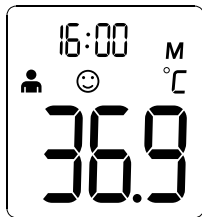

Figura 6
2. Então, o termómetro memoriza automaticamente os últimos 10 valores de medição de temperatura. Com cada medição também são memorizados a data, a hora e o modo de operação. Cada vez depois de premir a *TECLA* , os últimos 10 valores são mostrados consecutivamente, numerados de 1 a 10. No número 1 é mostrado o último valor medido, o número 10 mostra o valor mais antigo memorizado (veja a figura 6).